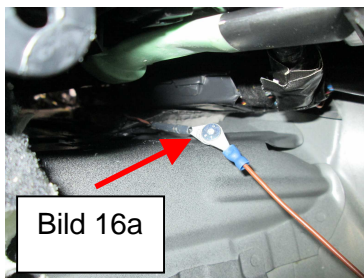

Bild 16a
12. Mitgeliefertes Verlängerungskabel (Bild 16) mit Senkkopfschraube M5x10, Federring und Mutter an den Ringösen mit dem Massekabel verschrauben (Bild 16a) und mit Klebeband isolieren.